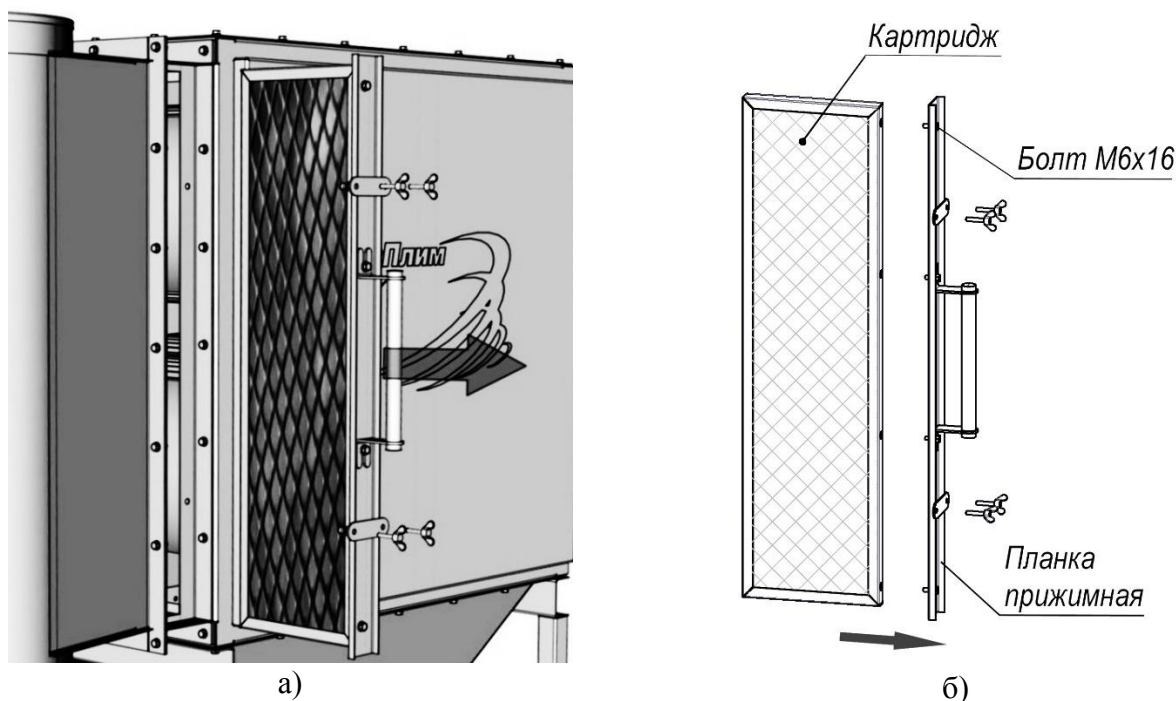

Рисунок 3
- отвинтить винты, крепящие прижимную планку (рисунок 3а);
- отвинтить болты М6х16 (рисунок 3б), которые крепят планку прижимную;